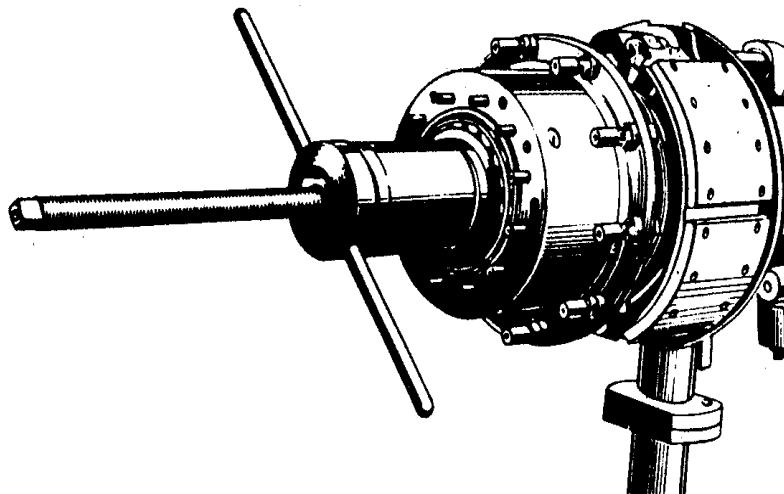

Рис. 8. Запрессовка наружного кольца
1. После расчета толщины прокладок в ступицу вложить соответствующее внутреннее кольцо внутреннего подшипника, установить в канавку стопорное кольцо (17) и с помощью дорна T17-2241 запрессовать уплотнитель Stefa 1HNI 155×190×17.54+HR (18).
2. На цапфу поворотного кулака надеть «О»-кольцо 105×3 (48), уплотнительное кольцо (19) и запрессовать внутреннее кольцо с сепаратором внутреннего подшипника 32221 (51). Установить ступицу (16) с помощью приспособления T17-2246 на цапфу поворотного кулака (рис. 8). После удаления от приспособления, надеть распорную втулку (52), рассчитанные регулировочные прокладки (53 – 56) и внутреннее кольцо внешнего подшипника 30221 (57), который тоже запрессовать на поворотный кулак. В скрепленном состоянии проверить плавность поворачивания ступиц. Приспособление развернуть и снять. При установке ступицы на поворотный кулак, рекомендуется применять подвеску ступицы колеса и подходящее подъемное устройство.
5. На внешний ведущий вал надеть ведущую шестерню колесного редуктора (2) с фрикционным кольцом (66). Внешний ведущий вал с помощью лопатки надвинуть на кардан по направлению наружу так, чтобы в канавку на конце вала можно было вложить стопорные сегменты (3).
Глубиномером измерить расстояние торца, задвинутый внешний ведущий вал от опорной поверхности для колпачка держателя сателлитных зубчатых колес (размер «A») (рис. 8). Из полученного результата вычесть 0,3 – 0,5 мм и на такую длину корректировать размер опоры (6) вала, гарантирующий требуемый аксиальный зазор внешнего ведущего вала.